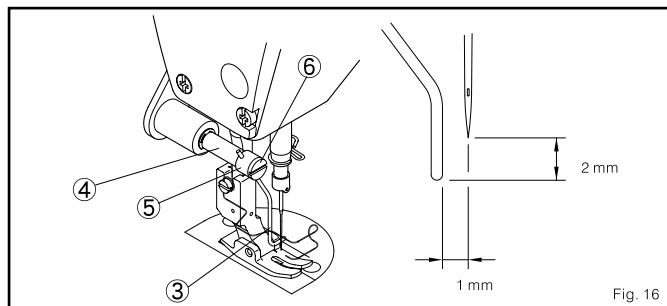

Fig. 16
- (2) insere a barra do limpador de fio 3 no eixo 4, e faz que a gorjeta da barra 3 este 2mm. Debaixo da gorjeta de agulha. Neste momento, a parte plana da barra do limpador de fio 3 deveria ser a 1 mm de distância do centro da agulha. O limpador de fio 3 isto apertou e sustentou de fio pelo anel 5 fixo do limpador. Ambos são fixos pelo parafuso 6. (Fig. 16)